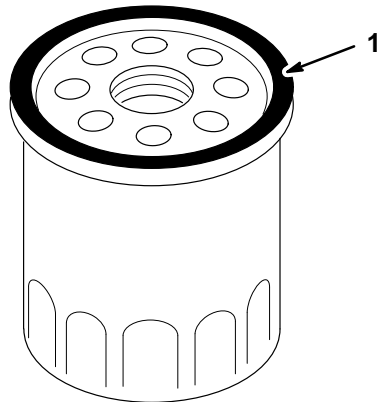

Abbildung 18
- Mit dem Finger die Dichtung am neuen Filter mit Öl einschmieren (Abb. 18).